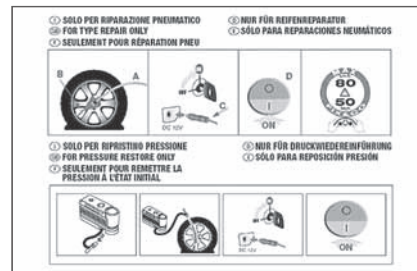

Рис. 12
- буклет с инструкцией (см. рис. 12) для быстрого и правильного использования комплекта, а также для последующего вручения специалисту, который будет ремонтировать шину, восстановленную с помощью комплекта;